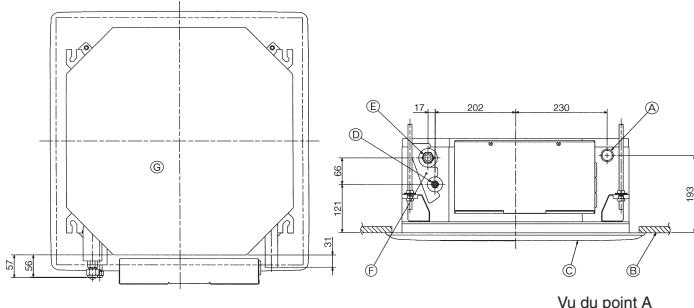
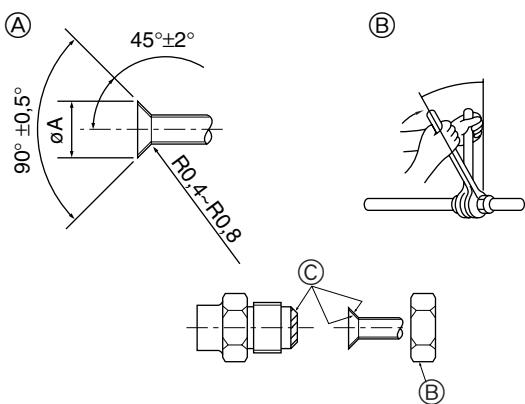

Fig. 3-1
Fig. 3-2
3.1. Emplacement des tuyaux de réfrigérant et d'écoulement de l'appareil intérieur (Fig. 3-1)
- (A) Tuyau d'évacuation
- (B) Plafond
- (C) Grille
- (D) Tuyau de réfrigérant (liquide)
- (E) Tuyau de réfrigérant (gaz)
- (F) Arrivée d'eau
- (G) Appareil principal
3.2. Connexion des tuyaux (Fig. 3-2)